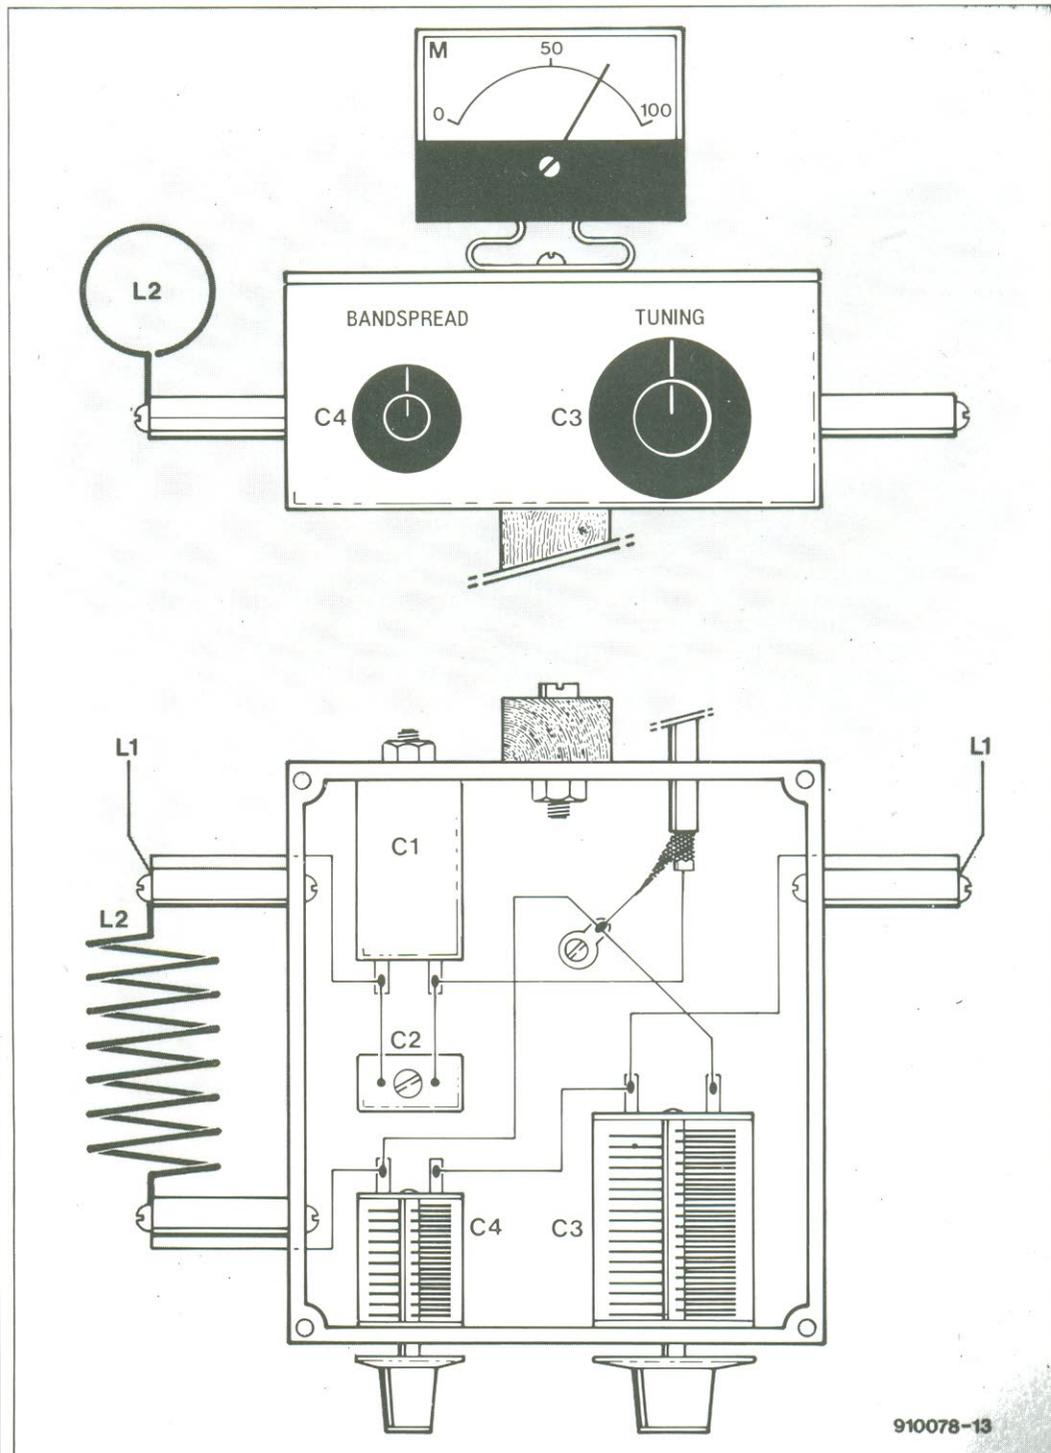

Fig. 3: Esquema mecânico da unidade de sintonia de antena e do indicador de intensidade de campo.
Depois de instalar na caixa os condensadores variáveis e suportes isoladores (figura 3), a caixa é aparafusada ao suporte vertical. O conjunto do medidor é ligado à parte da frente da tampa da caixa, por meio dum suporte apropriado. O cabo coaxial de alimentação RG58 entra na caixa pela parte posterior (fig. 3) e é abraçado ao suporte vertical, ao longo da madeira.
4. Ver fig. 3.